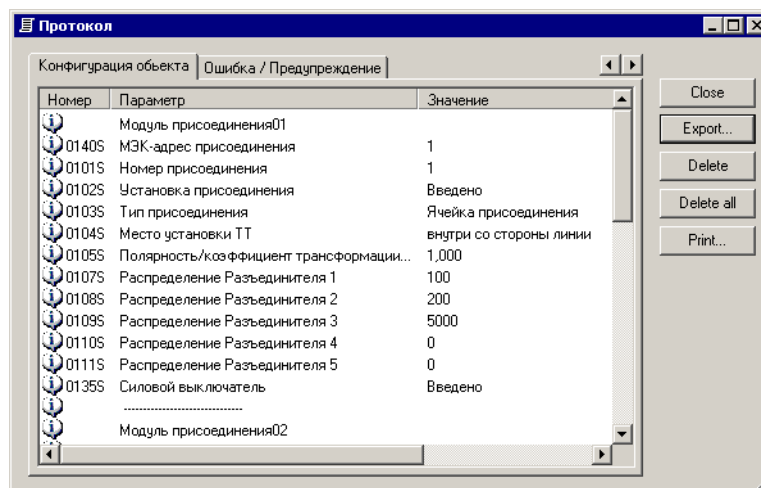

рис. 4-30 Протокол при завершении конфигурации – пример
- После чего следует нажать кнопку **ОК**. Протокол (отчет) (рис. 4-30, стр. 89) откроется при завершении работы с программой.
- При конфигурации схемы, содержащей до 12 секций шин (включая до 4 обходных секций шин) и 12 шиносоединительных секций, отдельные секции шин (BB01-BB12) или отдельные шиносоединительные секции (TB01-TB12) нумеруются слева направо или сверху вниз, начиная с первой системы шин до обходной или до четвертой системы шин. Параметры назначаются автоматически программой Plant Configuration и могут быть проверены в отчете (рис. 4-30, стр. 89)..